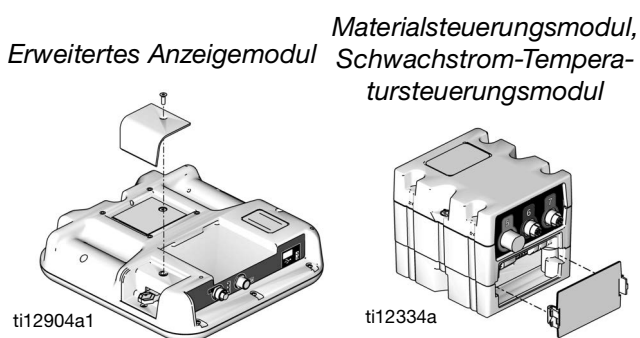

ABB. 46: Zugangsplatte entfernen
2. Die Zugangsplatte des Token abnehmen. Siehe ABB. 46.